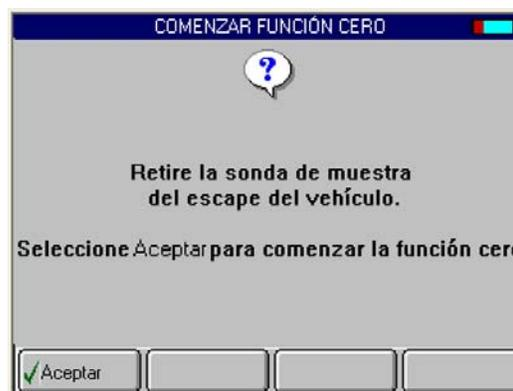

Figura 6.2: Pantalla Comenzar Función Cero (Begin Zero)
- 3 Seleccione el **grupo de datos** de interés y presione la tecla **ENTER**. Esto muestra la pantalla Comenzar Función Cero (Figura 6.2).